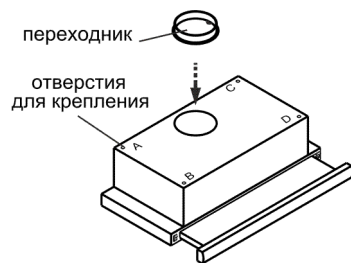
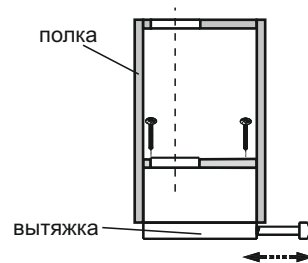

рис. 4
рис. 5
- снимите алюминиевый фильтр (рис. 4);
6.1 Установите пластиковый переходник и зафиксируйте его защелками (рис. 4).
6.3 Крепление кухонной вытяжки к верхней полке над плитой (рис. 4, рис. 5):
- вырежьте дополнительное отверстие в полке шкафа (рис. 5) для воздухопровода при работе в режиме «вытяжки» и для свободного прохождения воздуха при работе в режиме «рециркуляции».